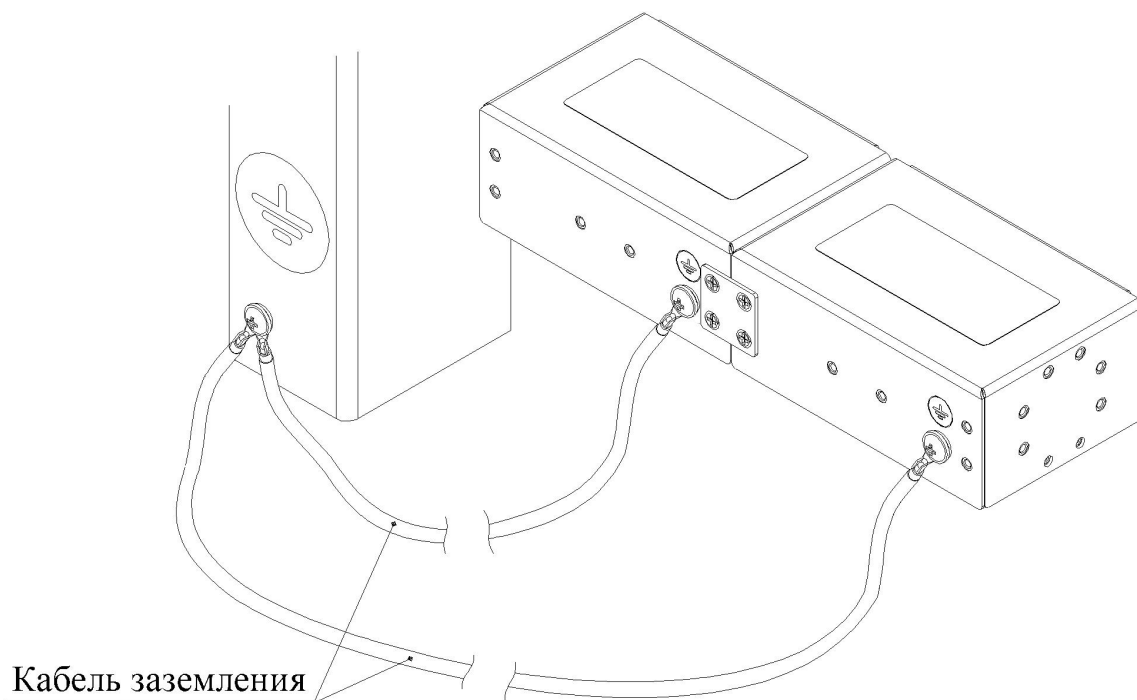

Рисунок 4 - Подключение заземления
- Подключить кабель заземления, входящий в комплект поставки (Рисунок 4).